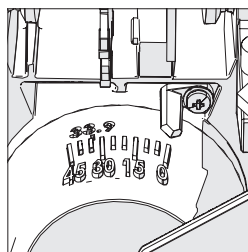

Fig. 8
- Verzekert dat het zaaghoofd rechtop is, vastzit tegen de stopindicator, en dat de afschuinaanduiding 0° aanwijst op de schaal. (Fig. 8)